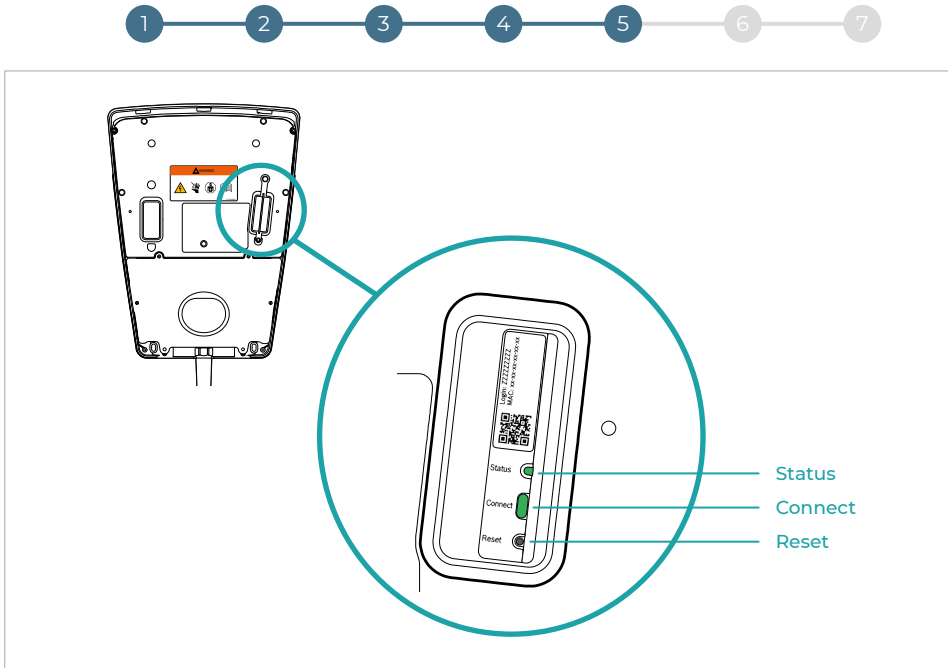

Fig. 8
2. Aguarde até o sistema de carregamento estar operacional (LED de estado do sistema de carregamento acende a azul e o LED de estado do módulo de comunicação (**Fig. 8**) acende a amarelo e o modo Hotspot está ativo).
O nome do host é composto por uma designação do aparelho ("HDM-SMART-CONNECT-") e os 6 últimos caracteres do endereço MAC no módulo de comunicação (**Fig. 8**).